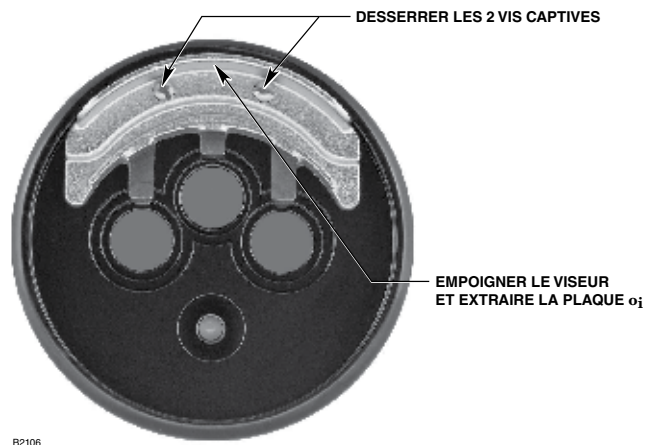

Figure 18—Extraction de la Plaque **oi**
2. Retirer les 2 vis captives puis empoigner la plaque **oi** par le viseur et la retirer du détecteur. Voir Figure 18.